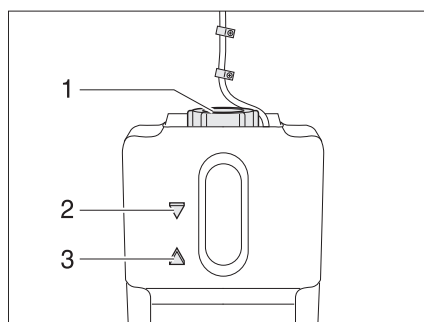

Fig. 167 Recipiente de compensación para la calefacción de agua caliente
- Comprobar si en el recipiente de compensación (Fig. 167) el líquido está entre las marcas "MIN" (Fig. 167,3) y "MAX" (Fig. 167,2).
- Abrir la tapa giratoria (Fig. 167,1) del recipiente de compensación.